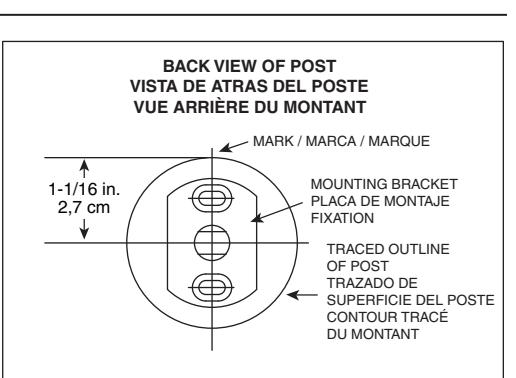
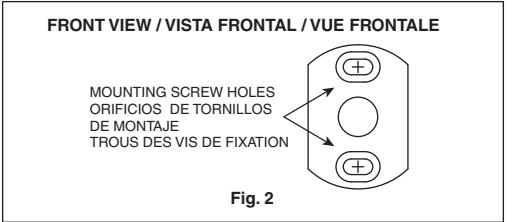
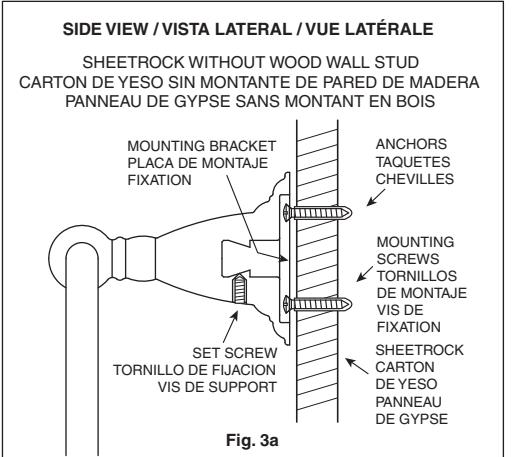
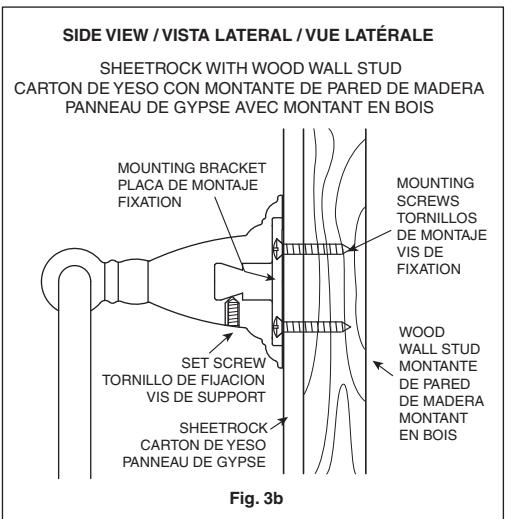

Fig. 1
Fig. 2
Fig. 3a
Fig. 3b
- Locate the unit on the wall where desired and mark the top center of the unit. **Fig. 1.** Draw a 1-3/4 in. vertical line from the mark. Measure 1-1/16 in. down from the mark and draw a 1 in. horizontal line. Position the center hole of the mounting bracket over the intersection of the lines. Be certain that the vertical line is in the center of the oblong holes. Mark the screw locations in the centers of the oblong holes. **Fig. 2.** On ceramic tile, try to locate the mounting hole locations on a grout line. If mounting into ceramic tile, place masking tape on the mounting area before marking the location to prevent the drill bit from sliding across the tile. To drill through ceramic tile, obtain a 1/4 in. diameter carbide tip drill bit.
Drill 1/4 in. diameter holes where indicated, **Fig. 2.** Push in the plastic anchors until flush with the wall and screw the steel mounting bracket to the wall. **Fig. 3a.** Do not overtighten the mounting screws.
Drill 3/32 in. diameter holes for easy screw mounting. **Fig. 2.** DO NOT USE PLASTIC ANCHORS. Screw the steel mounting bracket to the wall. **Fig. 3b.** Do not overtighten the mounting screws.
- Unscrew the set screw if necessary to fit the assembly over the wall mounting bracket. Slip the assembly over the mounting bracket with the set screw body. **Figs. 3a and 3b.** The assembly must hook over the mounting bracket. Push flush with the wall and tighten the set screw.
- Sitúe la pieza en la pared en la posición deseada y marque el centro de la parte superior. **Fig. 1.** Trace una línea vertical de 4,4 cm desde la marca. Mida 2,7 cm desde la marca hacia abajo y trace una línea horizontal de 2,5 cm. Coloque el centro del orificio de la placa de montaje en la intersección de esas líneas. Asegúrese de que la línea vertical esté en el centro de los orificios rectangulares. Marque el lugar de los tornillos en el centro de los orificios rectangulares. **Fig. 2.** Si instala sobre azulejo, trate que los agujeros queden sobre las líneas de unión del azulejo. Para taladrar a través del azulejo use una broca con punta de carburo de 0,6 cm y use masking tape para evitar que la broca se resbale.
Taladre huecos de 0,6 cm de diámetro en los lugares indicados, **Fig. 2.** Introduzca los taquetales de plástico hasta que estén a ras con la pared y atorníelos la placa de montaje a la pared. **Fig. 3a.** No apretarlo fuertemente los tornillos de montaje.
Taladre huecos de 0,24 cm de diámetro para lo montaje fácil de tornillo. **Fig. 2.** NO USE LOS TAQUETES DE PLASTICO. Atorníelos la placa de montaje a la pared. **Fig. 3b.** No apretarlo fuertemente los tornillos de montaje.
- Si es necesario, afloje el tornillo prisionero para encazar el ensamble en los soportes de montaje. Deslice el ensamble sobre el soporte de montaje con el tornillo prisionero en el cuerpo. **Figs. 3a y 3b.** El conjunto debe engancharse sobre la placa de montaje. Introduzca hasta que esté a ras con la pared y apriete el tornillo de fijación.
- Désignez l'endroit où vous voulez installer l'unité et faites une légère marque au-dessus du centre de l'unité. **Fig. 1.** Tracez une ligne verticale de 4,4 cm à partir de la marque. À 2,7 cm sous la marque, tracez une ligne horizontale de 2,5 cm. Placez le trou du centre de la fixation vis-à-vis l'intersection des lignes. Assurez-vous que la ligne verticale est au centre des trous ovales. Marquez la position des vis dans le centre des trous ovales. **Fig. 2.** Sur les carreaux de céramique, essayez de faire correspondre les trous de fixation avec un joint de coulis. Si vous devez percer les carreaux de céramique, appliquez du ruban-cache sur ceux-ci pour empêcher le foret de glisser. Utilisez un foret en carbure de 0,6 cm pour percer dans des carreaux en céramique.
Percez les trous de 0,6 cm de diamètre où vous l'avez indiqué, **Fig. 2.** Enfoncez les chevilles de plastique dans le mur pour que les têtes sont à ras le mur puis vissez la fixation de métal au mur. **Fig. 3a.** Ne trop serrez pas les vis de fixation.
Percez les trous de 0,24 cm de diamètre pour le support facile de vis. **Fig. 2.** N'UTILISEZ PAS LES CHEVILLEES DE PLASTIQUE. Vissez la fixation de métal au mur. **Fig. 3b.** Ne trop serrez pas les vis de fixation.
- Dévissez la vis de positionnement si besoin est de façon à mettre l'assemblage sur le support de montage du mur. Glissez l'assemblage sur le support de montage avec la vis de positionnement sur le corps. **Figs. 3a et 3b.** Le support doit pouvoir s'accrocher sur la fixation. Poussez pour que le tout soit bien aligné contre le mur et resserrez la vis de support.